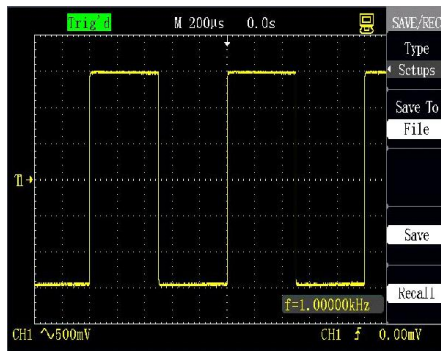

Figura 2-59 Salvar configurações em unidade de memória flash USB
- Pressione [SAVE/RECALL] e selecione o tipo “Setup save”, como mostrado na figura 2-59.